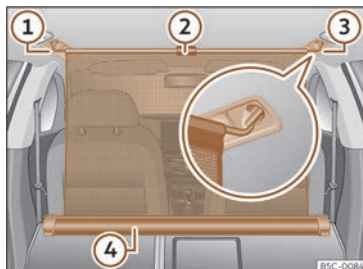

Fig. 184 No maleteiro: rede de separación enganchada cos respaldos do asento traseiro abatidos.
- Tire cara arriba da lingüeta >>> **fig. 184** ② para sacar a rede da carcasa ④.
- Enganche a rede de separación no lado dereito ou esquerdo >>> **fig. 184** ③ (imaxe ampliada).
- Enganche a rede de separación no aloxamento do outro lado >>> **fig. 184** ① estirando a barra.
A rede de separación está correctamente montada cando os extremos en forma de T están firmemente engançados nos aloxamentos correspondentes >>> **fig. 184** ③ e ①.
- Enrole a rede na carcasa >>> **fig. 184** ④ baixándoa coa man.